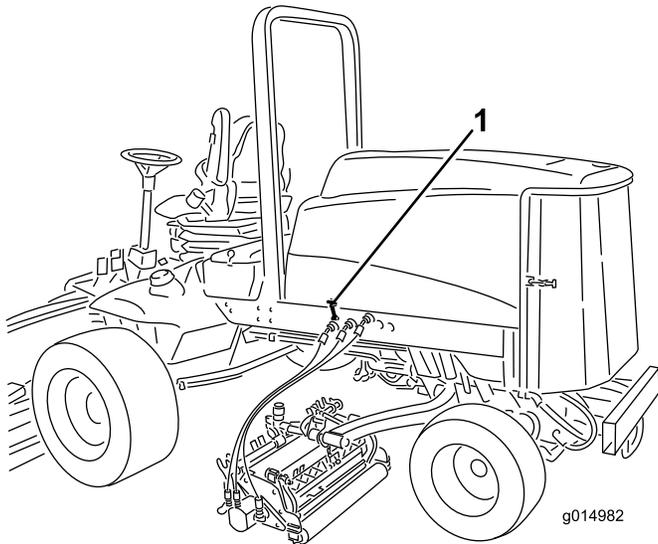

Figura 33
2. Desbloquee los cierres del capó y abra el capó (Figura 33).